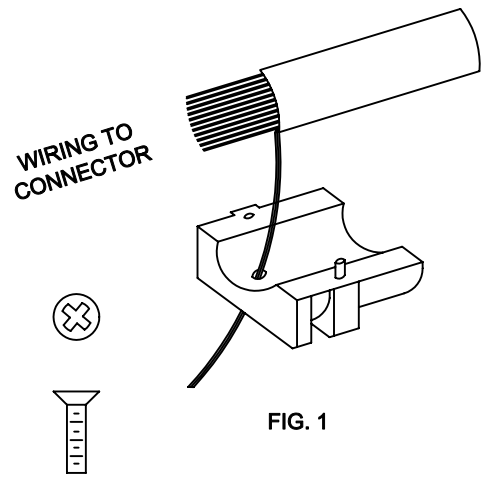
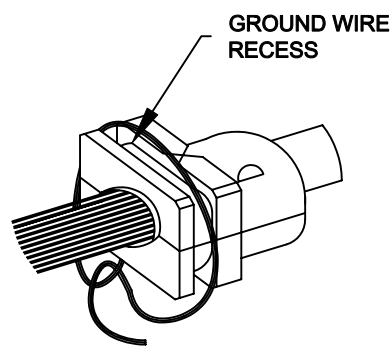
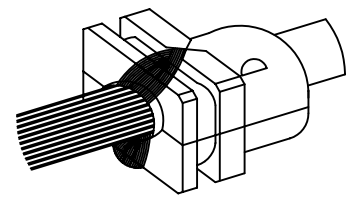

FIG. 1
FIG. 2
FIG. 3
- 3. WRAP THE SHIELD/GROUND AROUND THE STRAIN RELIEF AS IN FIG. 2 OR FIG. 3 AND AS OUTLINED BELOW
- 1. INSERT THE GROUND WIRE THROUGH HOLE IN ONE HALF OF THE STRAIN RELIEF AS SHOWN IN FIG 1. ASSEMBLE THE TWO HALVES OF THE STRAIN RELIEF AROUND THE CABLE MAKING SURE THAT THE CABLE INSULATION RUNS THROUGH THE FULL LENGTH OF THE STRAIN RELIEF, THEN COMPLETE AS IN FIG 2
- 3. PLACE THE ASSEMBLY INTO THE LOWER HALF OF THE HOOD MAKING SURE THAT THE GROUND WIRE IS SHOWING FROM UNDER THE CONTACT AREA OF THE STRAIN RELIEF ASSEMBLY AS IN FIG 2
- 1. FOR HEAVILY BRAIDED CABLE, PIGTAIL THE BRAID INTO TWO BRAIDS, AND BRING IT BACK OVER THE ASSEMBLED STRAIN RELIEF. SEE FIG 3